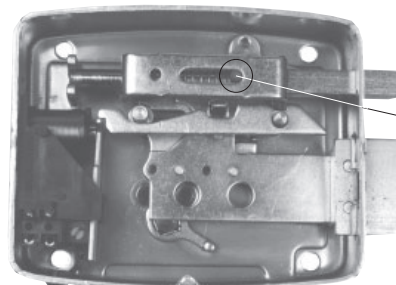

Fig.1
- La électro-serrure est conçue pour les portes lourdes. Pour réduire l'effort de fermeture, pour les portes légères, retirez simplement le boulon rouge **fig. 1**.
- Das Schloss ist für schwere Toren ausgelegt. Entfernen Sie bei leichten Toren einfach die rote Schraube **Abb. 1**.
- Замок подготовлен для тяжелых ворот. Чтобы уменьшить усилие закрывания на легких воротах, просто удалите красную шпильку рис. 1.